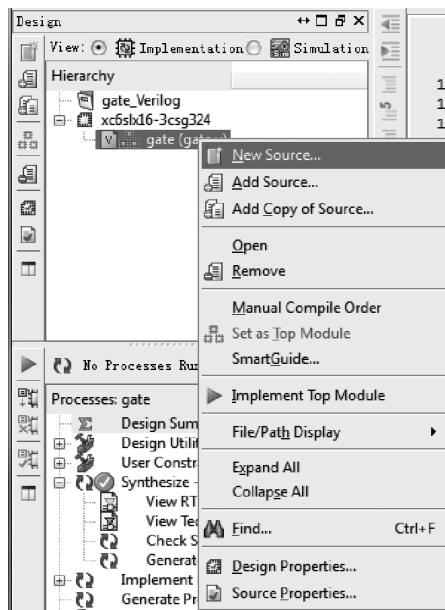

图 3.32 添加 gate.v 文件
- (1) 如图 3.32 所示，选择 gate.v 文件，单击右键，出现浮动菜单，选择 New Source。